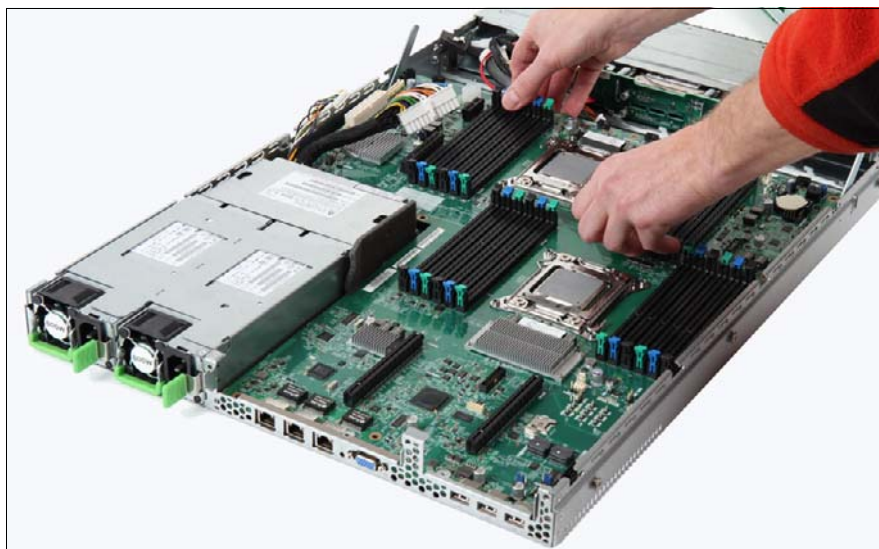

図 236: システムボードの取り外し
- ▶ システムボードをわずかに傾けて持ちながら挿入します。コネクタをコネクタパネルにスライドさせます（366 ページの図 236 を参照）。